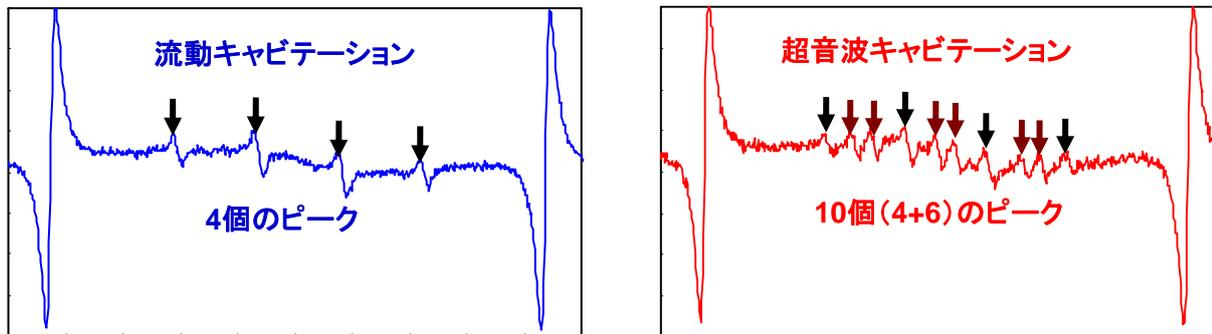

図7 ESRによる計測結果
**流動キャビテーションと超音波キャビテーションの相違**を明らかにするために、スピントラップ剤を混ぜた水を用いてキャビテーションを発生させ、電子スピン共鳴法 ESR で計測してみると、図7に示すようにピークの数異なることがわかりました\*1。この結果から、流動キャビテーションによりラジカルが発生していることと、流動キャビテーションと超音波キャビテーションではラジカルに関わる反応が異なることが明らかになりました。